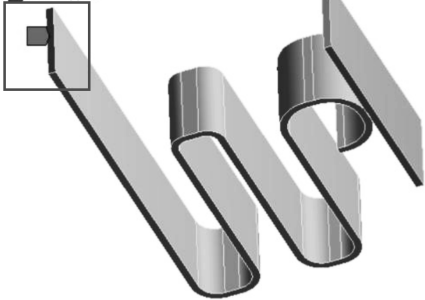

图 2-10 施加约束
(3) 施加约束：首先在标准工具栏中单击，然后选择弹簧的直长侧端面，接着在环境工具栏中单击【Supports】→【Fixed Support】，如图 2-10 所示。